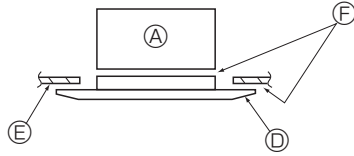

Fig. 10-7
* Ana üniteyle panel arasında veya panellerle tavan arasında boşluk kalmadığından emin olun. (Fig. 10-7)